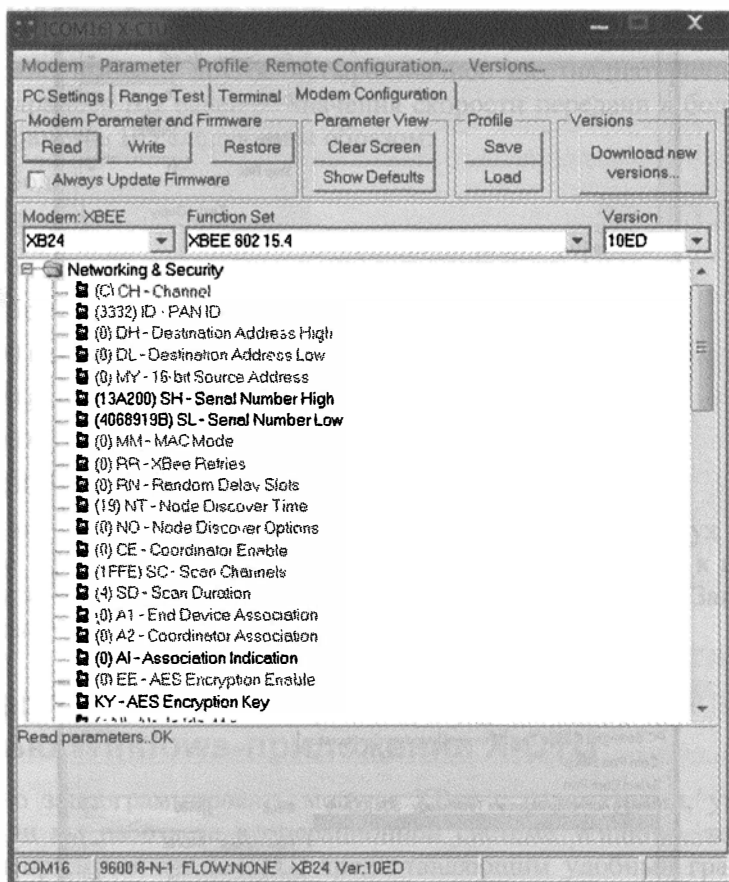

Рис. 11.10. Окно X-CTU — конфигурация модема
3. Перейдите к экрану настройки модема и нажмите кнопку **Read**, чтобы отобразить все доступные параметры настройки на вашем XBee-модуле. Результат должен выглядеть примерно так, как показано на рис. 11.10.